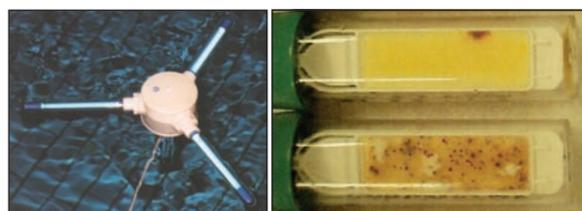

Abb. 5
- **Microfloat®**: Als schwimmende „Barriere“ desinfizieren die in einen Schwimmkörper (Abb. 5) integrierten UV-Strahler nicht nur das Wasser, sondern auch oberhalb des Flüssigkeits-spiegels befindliche feuchte Wände des Behälters und die Luft ohne dass Schattenbereiche unbestrahlt bleiben. Durch lange Bestrahlungszeiten wird der Behälter in einen äußerst wirksamen UV-Reaktor umgewandelt.